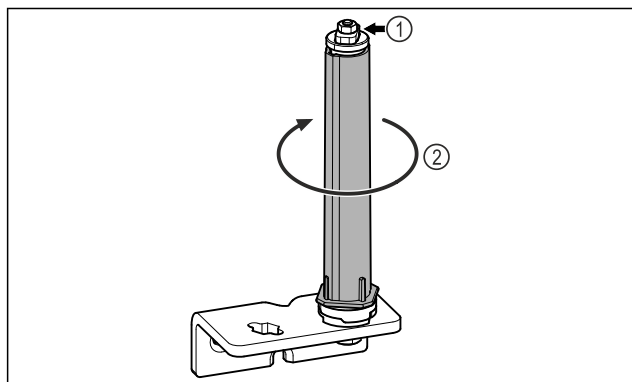

Fig. 28
- ▶ Älä pura ovijärjestelmää Fig. 28 (1) osiin.
- ▶ Käännä sulkujärjestelmää Fig. 28 (2), kunnes se naksahtaa.